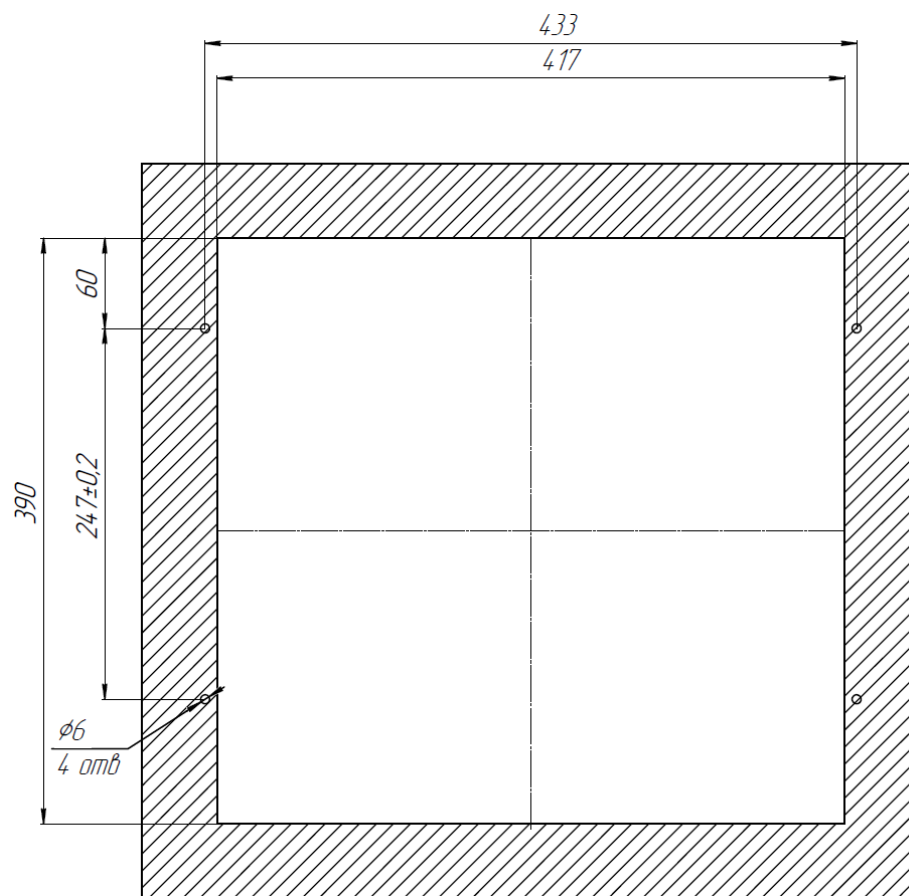

Рисунок 5 - Габаритный вырез при встраивании в пульт
1. Подготовить место (вырез) для установки согласно габаритному чертежу (смотрите Рисунок 5);